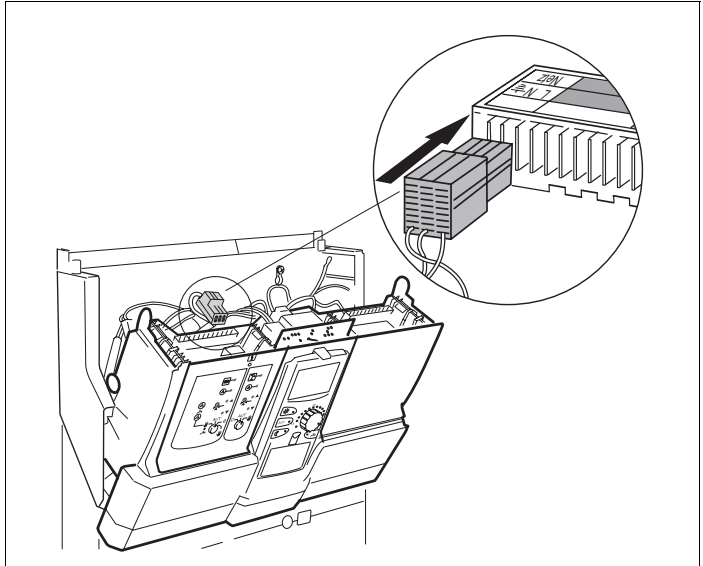

Bild 7 Netzanschluss Steckplatz 1 herstellen
- 230-V-Modulanschlussstecker an der vorgesehenen Position in der Steckerleiste (→ Bild 7) einstecken.
- 230-V-Modulanschlussstecker (→ Bild 7, Seite 16) und alle Verbindungsleitungen des Moduls ZM424 abziehen und in Parkposition fixieren.